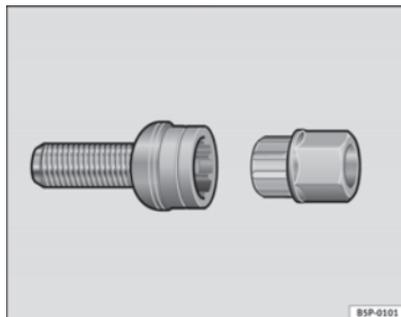

Abb. 131 Diebstahlhemmende Radschraube
- Setzen Sie den Adapter bis zum Anschlag in die diebstahlhemmende Radschraube ein ⇒ Abb. 131.